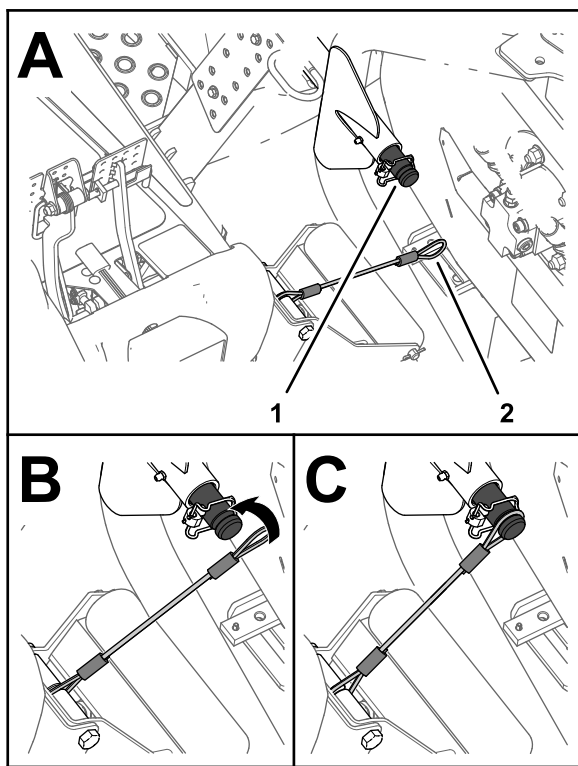

图 31
5. 将系索与前外侧滚刀组升降臂的承载轴对齐 图 31。
6. 将系索的挂环滑到承载轴上直至系索完全嵌入承载轴的槽中图 31。